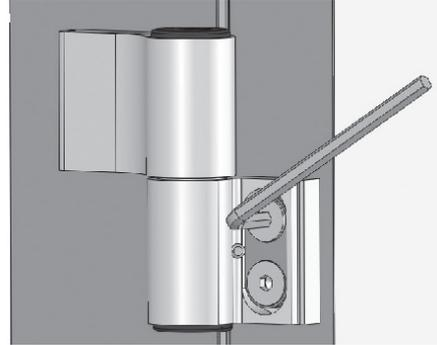

Рис. 38
18.2 Ослабить винты М8×30 рамных полупетель имбусовым ключом 5 мм (Рис. 38).